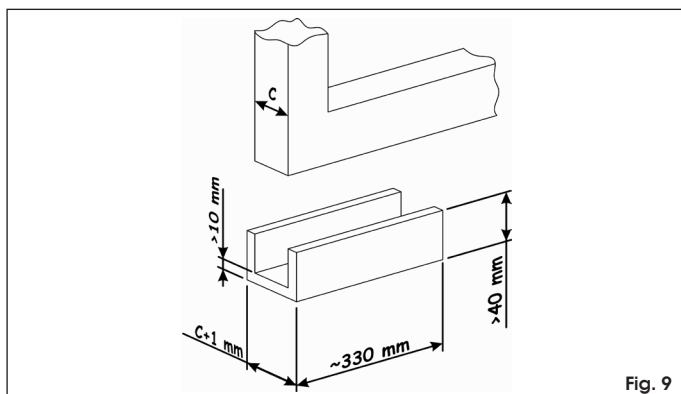

Fig. 9
- preparar un perfil en U con las medidas indicadas en la Fig. 9;